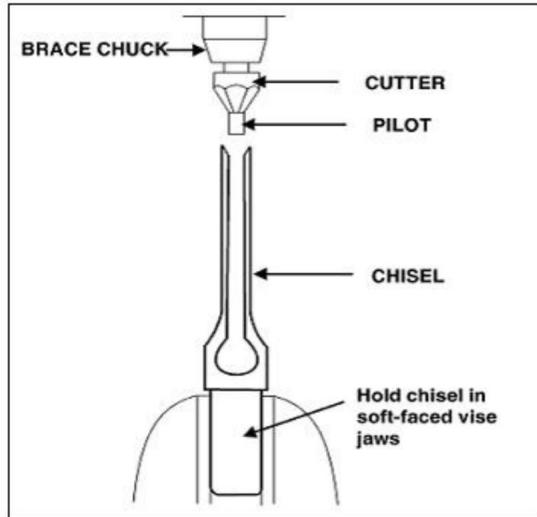

Abb. 14
• Schärfen Sie den Meißel mit einem Schlitz- und Zapfenmeißel der richtigen Größe Führung. (Die Führungsgröße variiert je nach Größe des Meißels.) Zwei bis drei Umdrehungen des Fräsers im Spannfutter des Zimmermanns genügen, um den Meißel zu schärfen, wie in Abbildung 14 gezeigt.